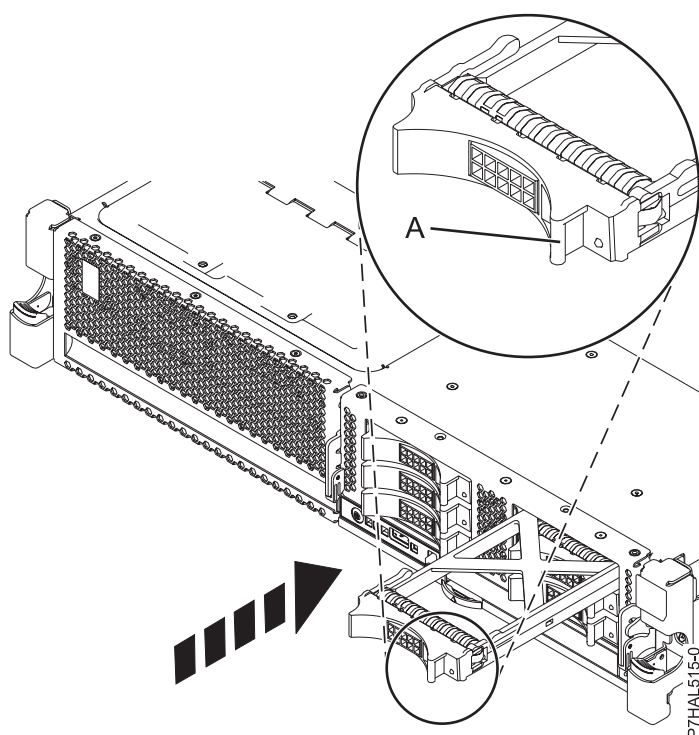

Figure 31. Installation d'un obturateur d'unité de disque
2. Faites glisser complètement l'obturateur d'unité de disque dans l'unité centrale ou l'unité d'extension, puis verrouillez-le dans son emplacement en poussant la poignée (A), comme indiqué dans la figure 31.